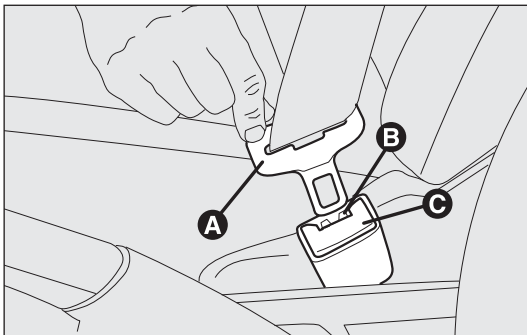

рис. 103
**Не нажимайте кнопку С – рис. 103 во время движения.**